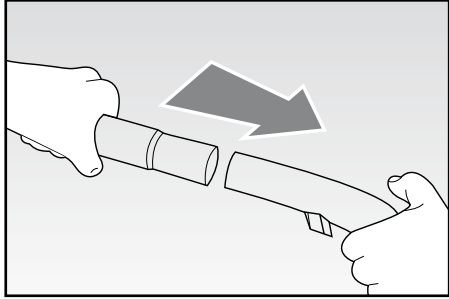
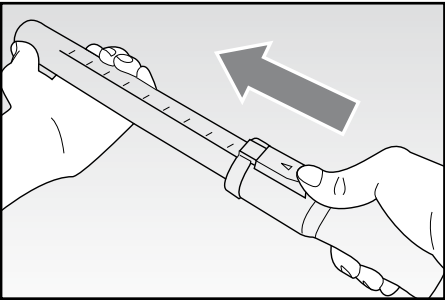

Fig. 3
Fig. 4
Inserire il tubo prolunga sull'impugnatura (FIG. 3) e installare successivamente l'accessorio desiderato. Una volta inserito l'accessorio, è possibile estendere il tubo telescopico agendo sulla relativa leva a scatto (FIG. 4) fino alla lunghezza desiderata. Rilasciare la leva per fermarlo nella posizione desiderata.
- Inserire il tubo telescopico (Z) sull'impugnatura (Fig. 3).
- Spingere il dispositivo di scorrimento (V) in avanti e tirare fuori la parte inferiore del tubo fino alla lunghezza desiderata (Fig. 4). Poi, semplicemente, rilasciare la presa e il dispositivo tornerà al suo posto.